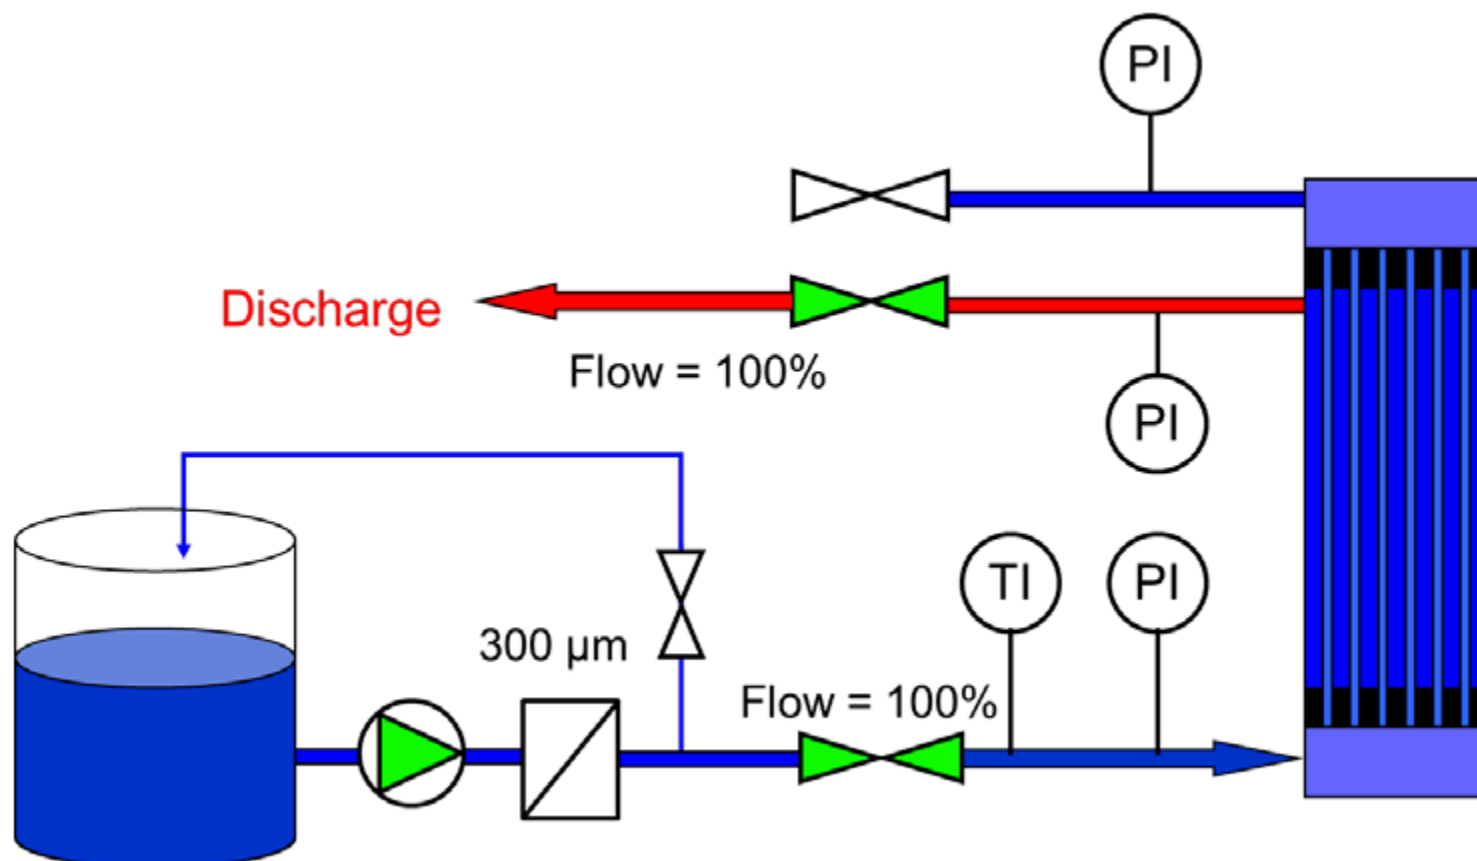

Рисунок 6-6: Промывка химикатов со стороны фильтрата
- После завершения промывки стороны подачи промывают сторону фильтрата, открывая фильтрующий клапан и закрывая верхний клапан со стороны подачи (рис. 6-6).